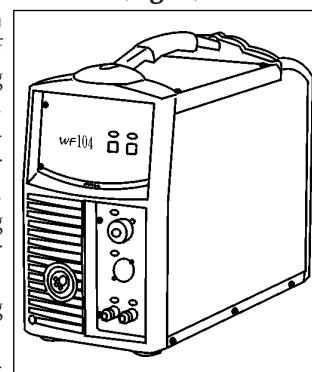

Fig. 5
2.2.1 Trådfremføringsenhed WF104 (Fig. 5)